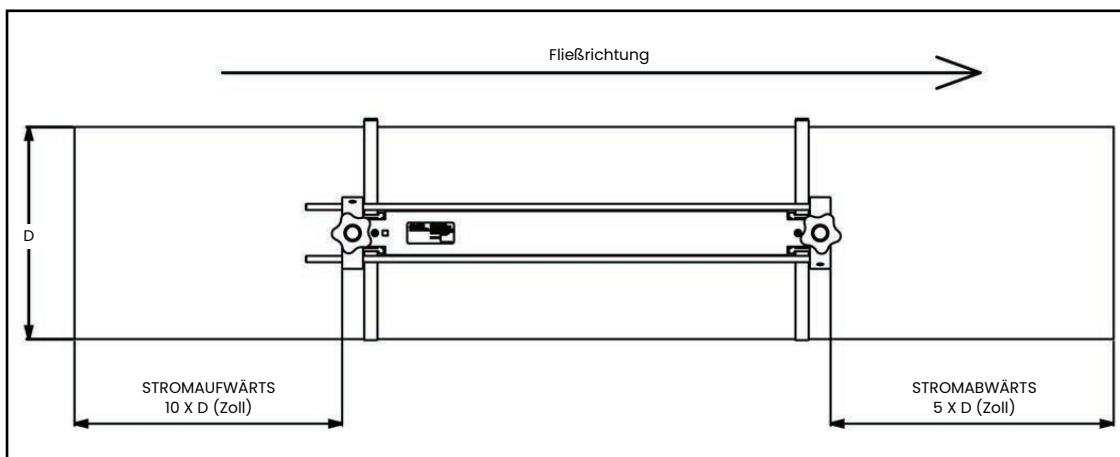

Abbildung 7: Einen geeigneten Standort für die Messkopfschiene/den Messkopf wählen
- Positionieren Sie die Messkopfschiene(en) und das Messkopfsystem so, dass mindestens 10 Rohrdurchmesser gerader, ungestörter Durchfluss stromaufwärts und 5 Rohrdurchmesser gerader, ungestörter Durchfluss stromabwärts vom Messpunkt vorhanden sind (siehe *Abbildung 7* unten) Ungestörter Durchfluss bedeutet, Turbulenzquellen im Fluid wie Ventile, Flansche, Dehnungsfugen, Rohrbögen, Wirbel und Kavitation zu vermeiden.
- a. Wählen Sie einen Standort mit ausreichend geradem Rohrverlauf (siehe *Abbildung 7 auf Seite 7*).